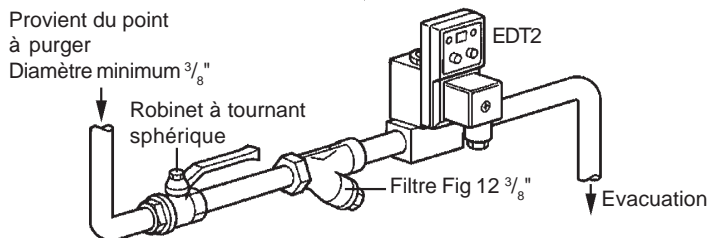

Fig. 1 Installation typique
Installer l'appareil comme montré sur la fig. 1. L'horloge et la bobine doivent être en position verticale, avec le corps en position horizontale. Pour faciliter l'installation, le corps peut pivoter de 360° autour de la bobine. Pour tourner le corps, desserrer l'écrou (L), tourner le corps dans la position requise, et resserrer l'écrou (L). Raccorder la puissance électrique au boîtier de raccordement (DIN 43650) en utilisant la bonne tension. (Les détails électriques sont indiqués sur le corps de la bobine).